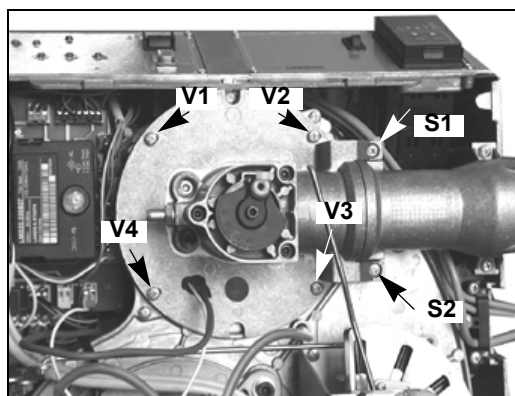
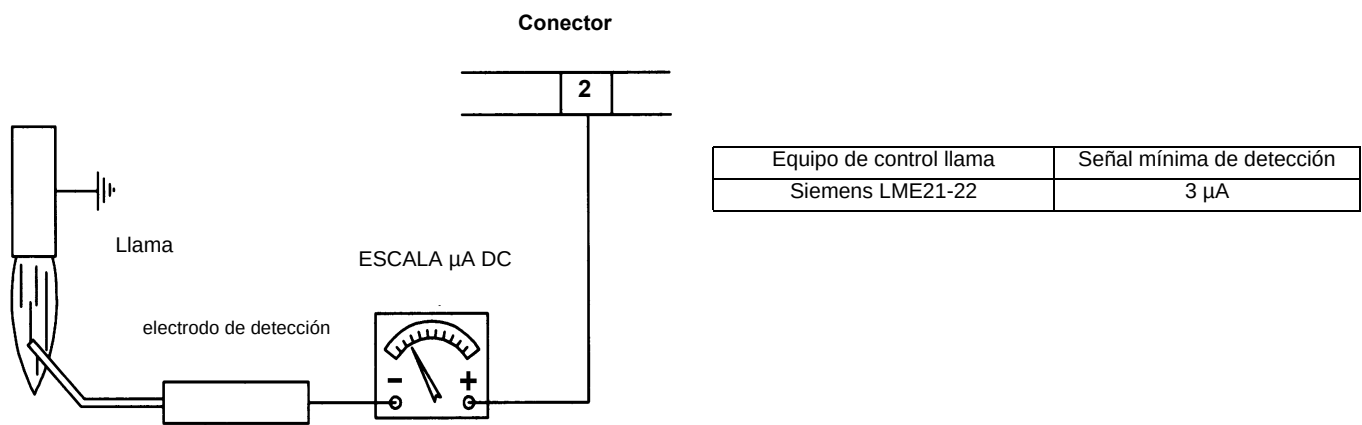

Fig. 47
Fig. 54
- Desmonte, controle y limpie el cabezal de combustión (véase Fig. 47 y siguientes)
- Limpie y controle los electrodos de encendido y detección (véase Fig. 47). Controle la señal de detección, siga el esquema de la Fig. 54
- 1 Quite los 4 tornillos V1, V2, V3, V4 y el par de tornillos S1 y S2 (Fig. 47).
En el caso en que el quemador vaya en bloque, ejecutar los siguientes controles. Para medir la señal de detección, siga el esquema de la Fig. 54. Si la señal es inferior al valor indicado, controle la posición del electrodo de detección, los contactos eléctricos y, de ser necesario, sustituya el electrodo de detección.